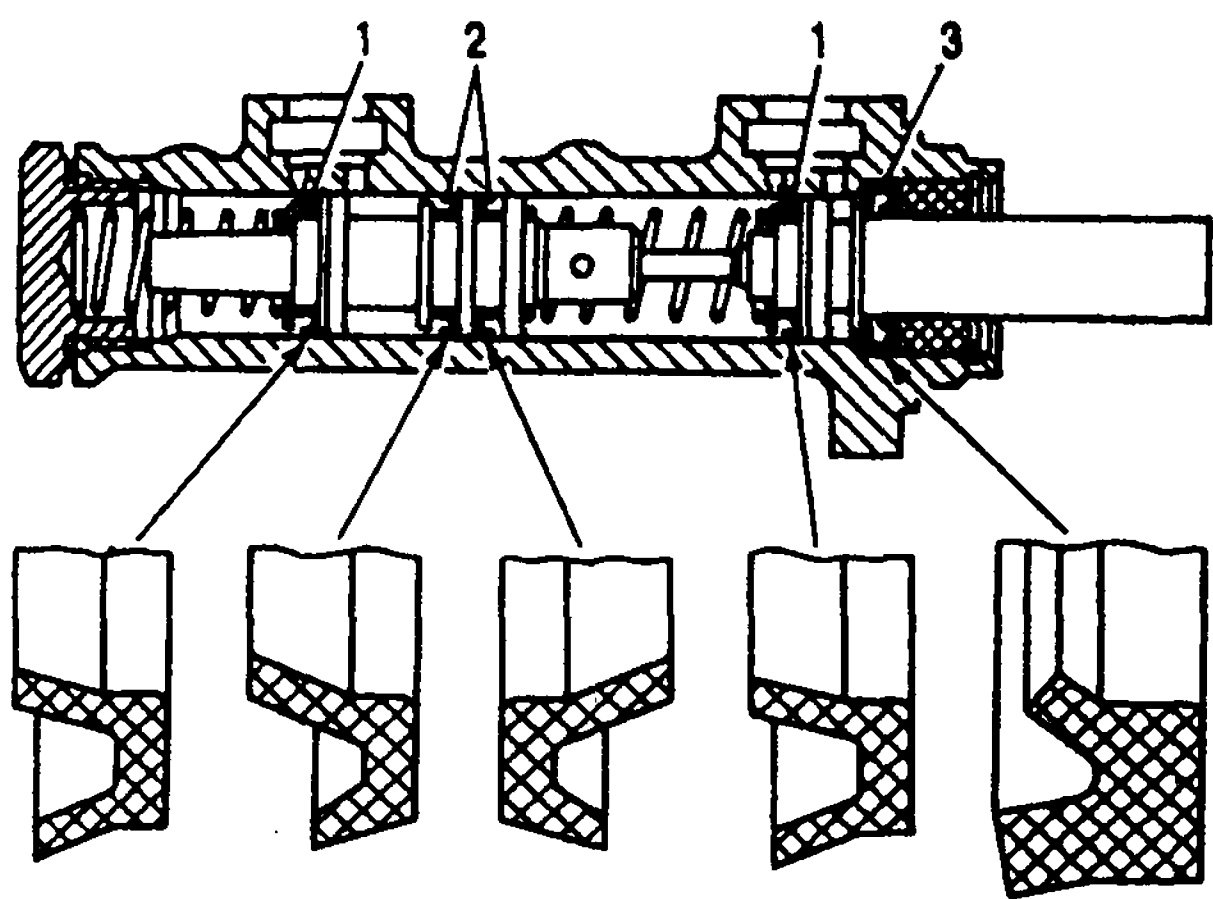

Рис. 8.14. Установка манжет главного цилиндра: 1 - главные манжеты; 2 - разделительные манжеты; 3 - наружная манжета-прокладка
1. Установите манжеты на поршнях, как показано на рис. 8.14, избегая их перевертывания. Избегайте также перепутывания главных манжет 1 и разделительных 2 поскольку они имеют схожую конфигурацию.